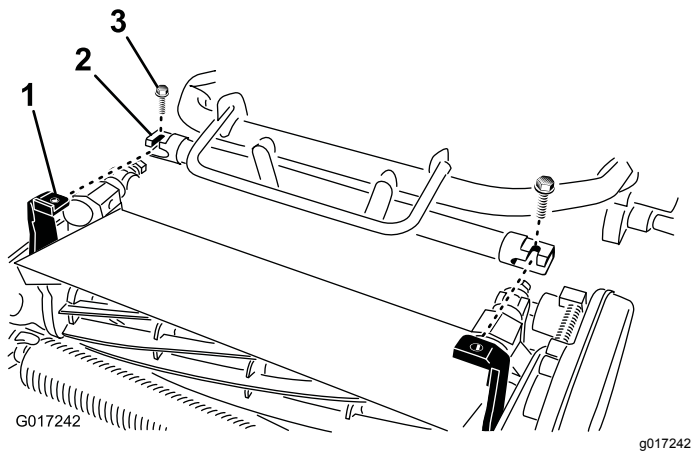

Figura 8
4. Mueva el bastidor de la unidad de tracción (Figura 8) hacia adelante hasta que se acople en los brazos de pivote de la unidad de corte.
5. Sujete el bastidor de la unidad de tracción a los brazos de pivote de la unidad de corte con 2 pernos ($\frac{3}{8}$ " x $\frac{3}{4}$ ") (Figura 8).